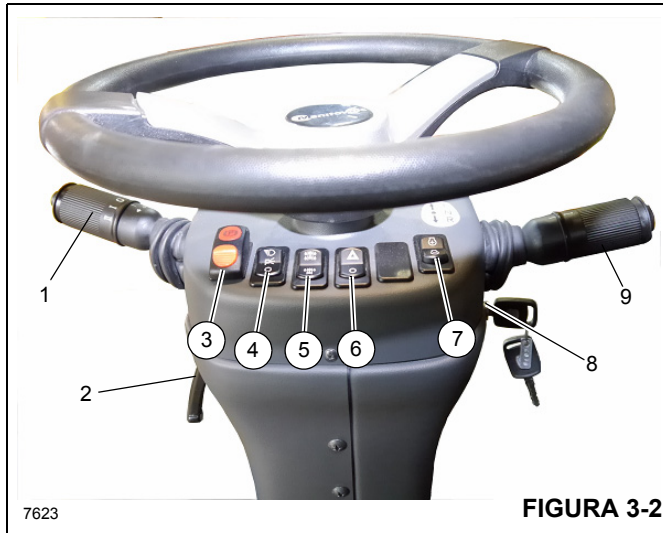

Figura 3-2 - Números de artículos
Todos los controles e indicadores para el uso y monitoreo de las funciones de la grúa se encuentran en el interior de la cabina de la grúa Figura 3-2 e incluyen lo siguiente:
El conjunto de la columna de dirección (5) (Figura 3-1) es una columna de dirección telescópica e inclinable tipo pedestal. Tiene la capacidad de inclinarse 30° hacia atrás o levantarse verticalmente aproximadamente 60 mm (2.3 pulg). También incluye el interruptor de encendido y otros interruptores de control (Figura 3-2).
La palanca de los señalizadores de viraje y los controles del limpia/lavaparabrisas (1) (Figura 3-2) se encuentran en el lado izquierdo de la columna de la dirección. Empuje la palanca de señalizadores de viraje hacia abajo para que las luces señalizadoras delantera y trasera izquierdas destellen. Empuje la palanca de señalizadores de viraje hacia arriba
La columna de control de dirección se puede girar hacia atrás a aproximadamente 30° y se puede elevar aproximadamente 60 mm (2.3 pulg). Gire la palanca de control (2) (Figura 3-2) hacia abajo para bloquear la columna de dirección en su lugar; al girar la palanca hacia arriba, se desbloquea la columna de dirección para ajustarla.
El control del freno de estacionamiento (3) (Figura 3-2) se encuentra en la parte delantera de la columna de dirección. Este interruptor de dos posiciones (encendido y apagado) sirve para aplicar y soltar el freno de estacionamiento instalado en la línea impulsora. La luz indicadora roja del freno de estacionamiento en la pantalla se ilumina al activarse el interruptor de presión en el sistema de liberación del freno y al aplicarse el freno.
El interruptor de faros (4) (Figura 3-2) se encuentra en la parte delantera de la columna de dirección. Este interruptor de tres posiciones (apagado/estacionamiento/faros) controla el funcionamiento de las luces de los medidores, los LED de los controles y las luces de posición en las partes delantera y trasera y los costados de la grúa. El interruptor se ilumina cuando la llave está en la posición MARCHA o ARRANQUE.
El selector de eje motriz (5) (Figura 3-2) se encuentra en la parte delantera de la columna de dirección. Este interruptor de dos posiciones se usa para seleccionar la tracción en dos (gama alta) o en cuatro ruedas (gama baja). El interruptor regula una válvula de solenoide (energizado por la tracción en dos ruedas) que acciona los cilindros de gama de marcha y de desconexión del eje en la transmisión. El fondo del icono en la pantalla de funcionamiento del CCS se torna de
El interruptor de luces de advertencia (6) (Figura 3-2) se encuentra en la parte delantera de la columna de dirección. Al activarlo, el interruptor de dos posiciones hace que los cuatro señalizadores de viraje destellen al mismo tiempo. Cuando el interruptor se coloca en la posición de encendido, las luces de indicador de señalizadores de viraje en la columna de dirección destellarán.
El interruptor de aumento/reducción (7) (Figura 3-2) es un interruptor momentáneo de tres posiciones con la posición en el centro de apagado. Utilice este interruptor para ajustar la velocidad del motor. Presione la parte superior o inferior del interruptor de aumento/reducción para aumentar o disminuir el ralentí lento del motor.
El interruptor de encendido (8) (Figura 3-2) se encuentra en el lado derecho de la columna de dirección y debajo de la palanca de cambios de la transmisión (9).
La palanca de cambios de la transmisión (9) (Figura 3-2) se encuentra en el lado derecho de la columna de la dirección. Esta palanca de control acciona la válvula selectora de la transmisión por medios eléctricos. Si se desplaza la palanca hacia arriba se activan las marchas de avance y si se la desplaza hacia abajo se activan las marchas de retroceso. Cuando la palanca se encuentra en el punto muerto, reposa en un tope. Para poder mover la palanca hacia arriba o hacia abajo, tire de ella hacia arriba primero. Para cambiar la transmisión a primera, segunda o tercera marcha, gire la perilla a la posición 1, 2 ó 3.